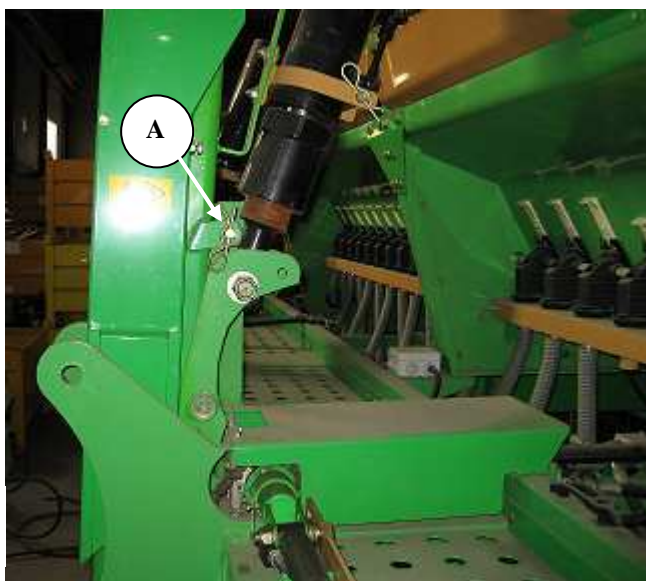

Fig. 08-04
(D) Con los cilindros extendidos colocar los bulones (Fig. 08-04 cerrar los cilindros y retirar los bulones superiores superiores de anclaje y fijar estos con los bulones (A) Fig. 08-04 de los cilindros de trabajo, elevar con los cabrestantes hasta que las manguetas de trabajo queden totalmente verticales y fijarlas con los bulones correspondientes a los cilindros.